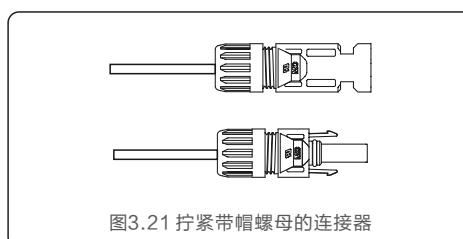

图3.21 拧紧带帽螺母的连接器
4. 将金属连接器插入连接器顶部,并以3-4 Nm的扭矩拧紧螺母(见图3.21)。